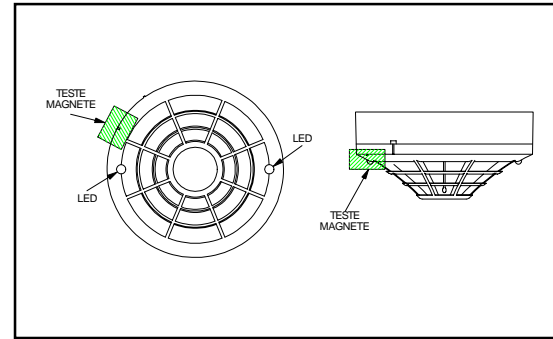

Figura 2: Posizionamento del Magnete nel Teste
1. Posizionare il magnete sul bordo del rivelatore a circa 2 cm dal LED in senso orario, come illustrato in Figura 2.